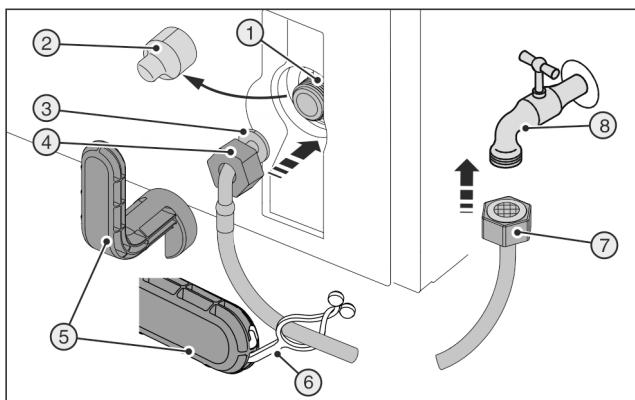
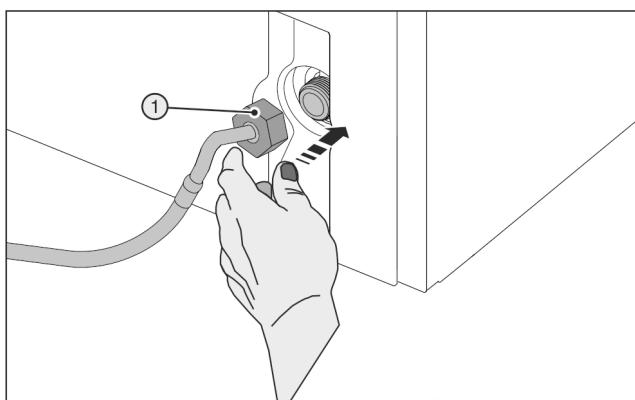

Fig. 51 *
Fig. 52
- ▶ 拆下盖板 Fig. 51 (2)。
- ▶ 略微装配：将直软管端 Fig. 51 (7) 向左置于地面。
- ▶ 将螺母 Fig. 51 (4) 推至软管弯折端 Fig. 51 (3) 上方末端并固定。
▶ 小心地装上螺母 Fig. 52 (1) 并垂直拧到螺纹上。
- ▶ 小心地装上螺母 Fig. 52 (1) 并用两根手指将其垂直拧到螺纹上，直至达到紧固位置。
- 辅助工具 Fig. 51 (5) 破损！
- ▶ 只能在室温下使用辅助工具 Fig. 51 (5)。
- ▶ 使用辅助工具 Fig. 51 (5) 顺时针拧紧螺母 Fig. 52 (1)，直至达到最大扭矩并且辅助工具 Fig. 51 (5) 过紧。
- ▶ 将螺母 Fig. 51 (7) 拧到截流阀 Fig. 51 (8) 上。
- ▶ 使用辅助工具 Fig. 51 (5) 顺时针拧紧螺母 Fig. 51 (7)，直至达到最大扭矩并且辅助工具 Fig. 51 (5) 过紧。
- ▶ 将连接板 Fig. 51 (6) 卡入辅助工具 Fig. 51 (5) 内并固定在不锈钢软管上，以便于保存。
- ▶ 慢慢打开供水截流阀 Fig. 51 (8)。